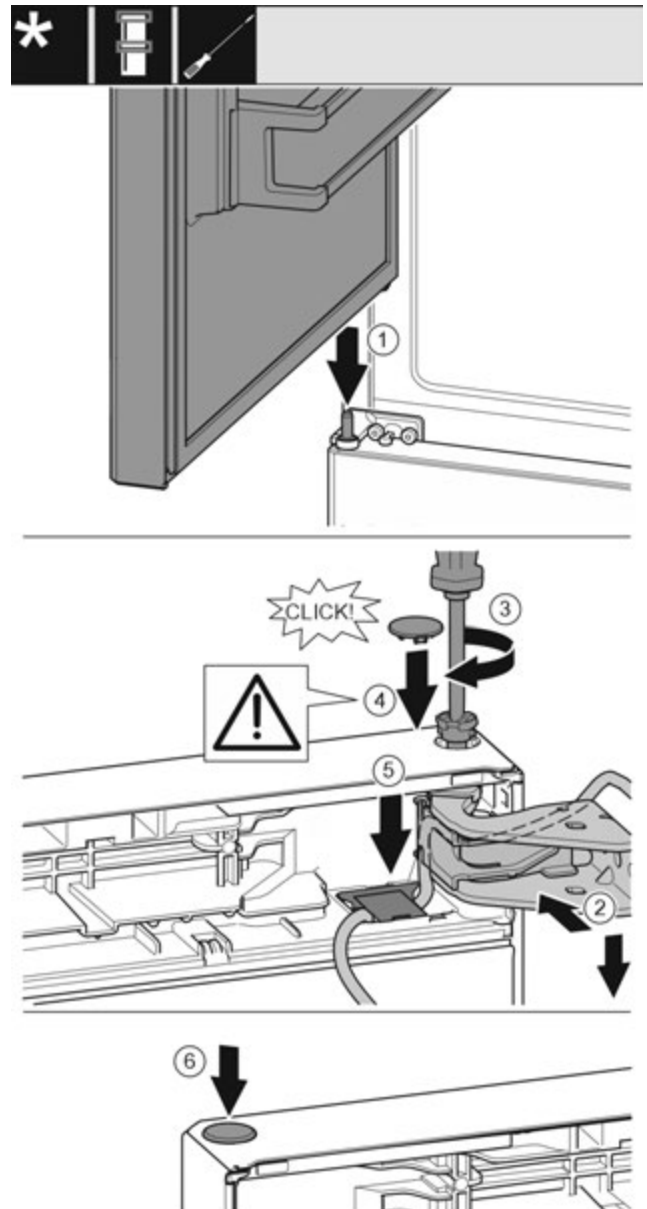

Fig. 42
- ▶ Встановлення верхніх дверцят на середній опорний палець Fig. 42 (1)
- ▶ Вирівняйте дверцят зверху по отвору в опорному кронштейні. Fig. 42 (2)
- ▶ Вставте палець та закрутіть за допомогою викрутки T15. Fig. 42 (3)
- ▶ Встановіть захисну кришку для захисту дверцят: вставте захисну кришку і проконтролюйте, щоб вона прилягала до дверцят. Якщо це не так, повністю вставте палець. Fig. 42 (4)
- ▶ Вставити кришку та натиснути донизу, поки вона не зафіксується. Fig. 42 (5)
- ▶ Вставте пробку. Fig. 42 (6)